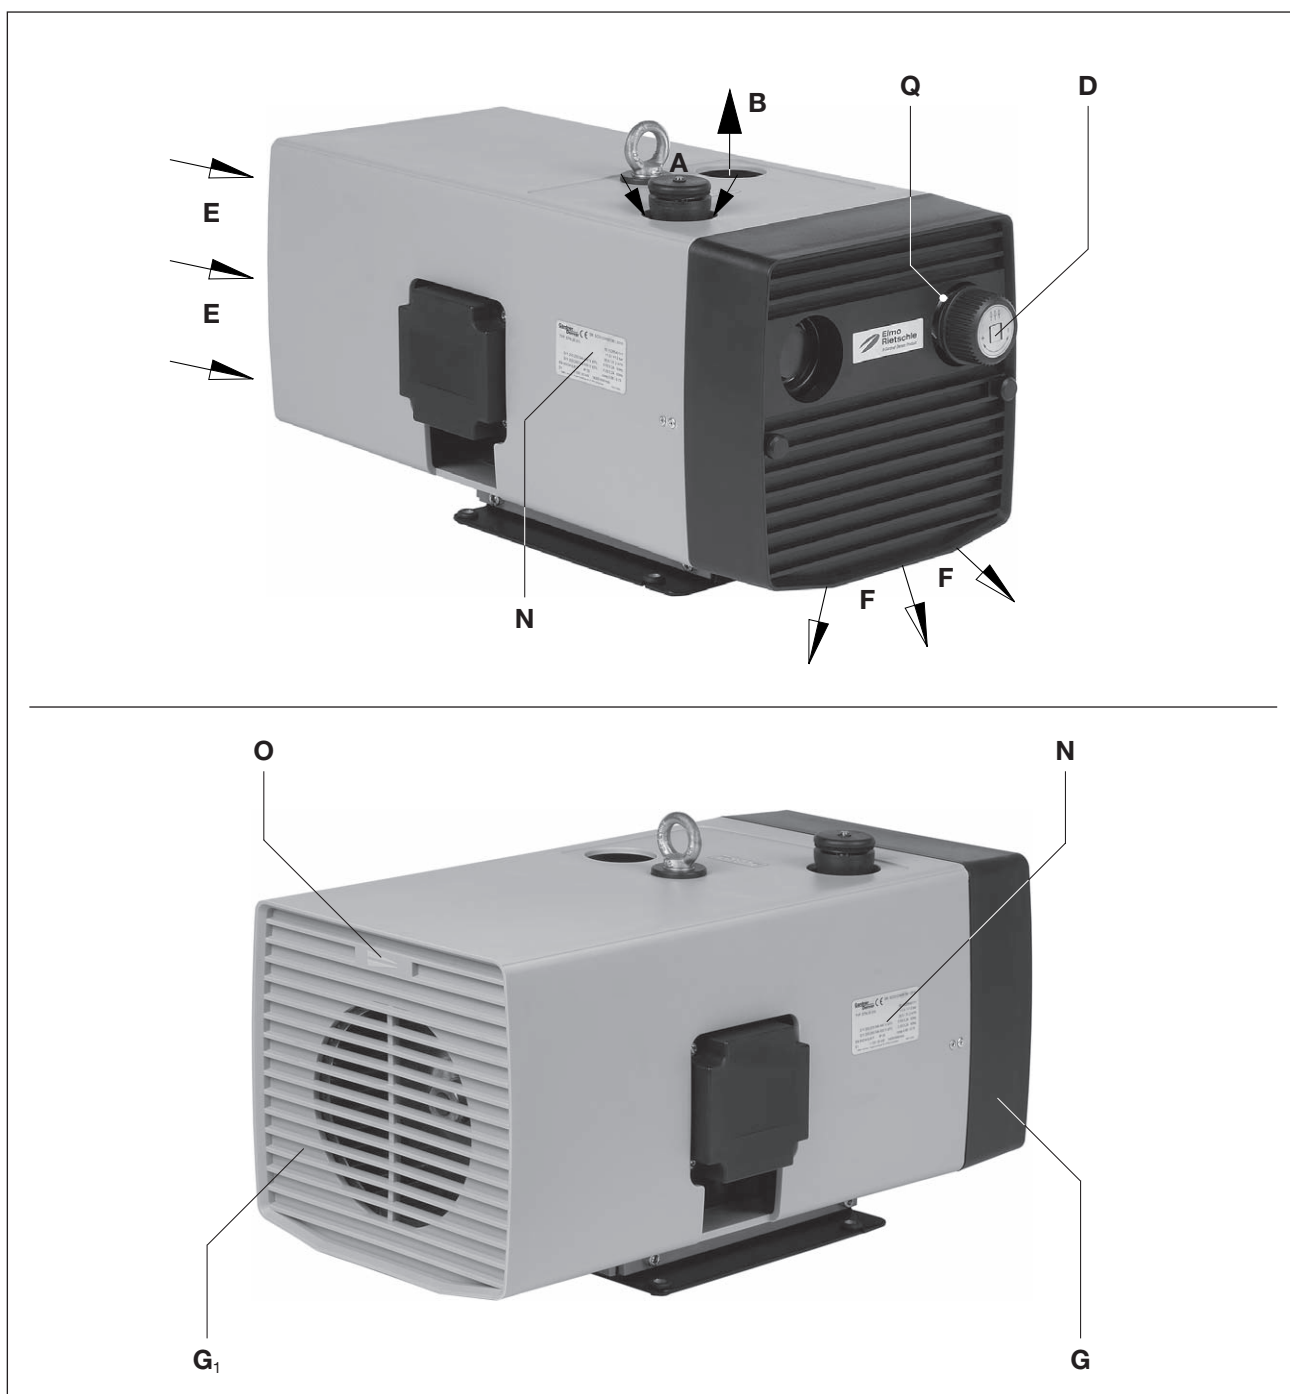

Abb. 2 Verdichter V-DTN
Motor und Verdichter haben eine gemeinsame Welle. Das Druck-Regulierventil (Abb. 2/D) erlaubt die Einstellung des Druckes auf gewünschte, jedoch nach oben begrenzte Werte.
Diese trockenlaufenden Drehschieber-Verdichter V-DTN 16 bis V-DTN 41 eignen sich zur Erzeugung von Überdruck zwischen 0 und der auf dem Datenschild (Abb. 2/N) angegebenen Höchstgrenze (bar). Dauerbetrieb ist zulässig.
Zum Demontieren des Ausblasgitters (Abb. 2/G) und Ansauggitters (Abb. 2/G₁) müssen für Wartungsarbeiten mindestens 30 cm Platz vorhanden sein. Zusätzlich ist zu beachten, dass die Kühlluft-eintritte (Abb. 2/E) mindestens 10 cm Abstand zur nächsten Wand haben (austretende Kühlluft darf nicht wieder angesaugt werden).
- a) Druckanschluss bei (Abb. 2/B).
Die erforderlichen Druckbereiche können mit dem Druck-Regulierventil (Abb. 2/D) entsprechend dem auf dem Drehknopf angebrachten Symbolschild eingestellt werden.
- a) Die elektrischen Motordaten sind auf dem Datenschild (Abb. 2/N) bzw. dem Motordatenschild angegeben. Die Motoren entsprechen DIN EN 60034 und sind in Schutzart IP55 und Isolationsklasse F ausgeführt. Das entsprechende Anschlussschema befindet sich im Klemmenkasten des Motors (entfällt bei Ausführung mit Steckeranschluss). Die Motordaten sind mit den Daten des vorhandenen Stromnetzes zu vergleichen (Stromart, Spannung, Netzfrequenz, zulässige Stromstärke).
- ▷ Die vorgesehene Drehrichtung der Antriebswelle ist durch den Drehrichtungspfeil (Abb. 2/O) gekennzeichnet.